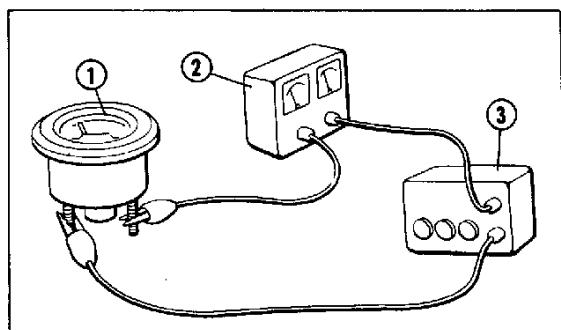

Abb. 4-104 (1) Benzinuhr
(2) Elektrotester
4. Einen Verstellwiderstand und eine spannungsgegeregelte Stromquelle gemäß Abb. 4-104 an die Benzinuhr anschließen. Die Benzinuhr befindet sich in gutem Zustand, wenn der Widerstand an Stelle F zwischen 10 und 15 Ohm und an Stelle E zwischen 65 und 75 Ohm liegt.